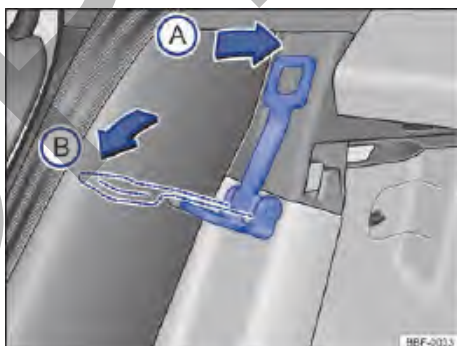

Fig. 68 Atrás del asiento trasero: palanca para regular la inclinación del respaldo
- **Posición ①**: colocar la palanca → **fig. 68** en el sentido de la flecha **①**, para volver el respaldo del asiento a su posición original.
- **Posición ②**: poner la palanca → **fig. 68** en la dirección de la flecha **②**, para ampliar el maletero.
i Volkswagen recomienda no montar el asiento para niños en el asiento trasero en la posición **②** → **fig. 68**.